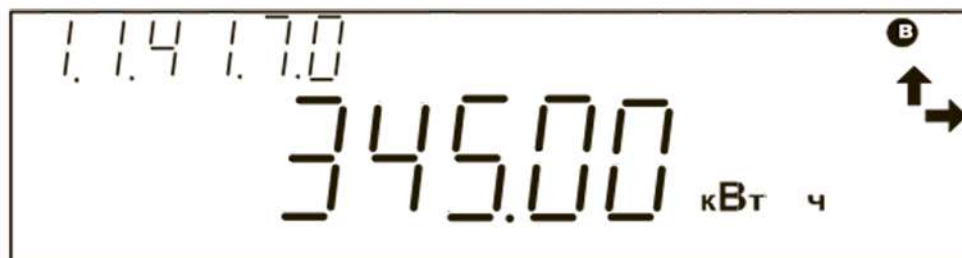

Рис. 4
5.1.1.1 Формат отображения на ЖКИ учтённой активной или реактивной энергии по всем тарифам должен соответствовать рис. 4. При этом значение учтённой активной энергии индицируется в кВт·ч (значение учтённой реактивной энергии в квар·ч) с дискретностью 0,01 кВт·ч (0,01 квар·ч). На рис. 4 приведён пример индикации активной энергии.